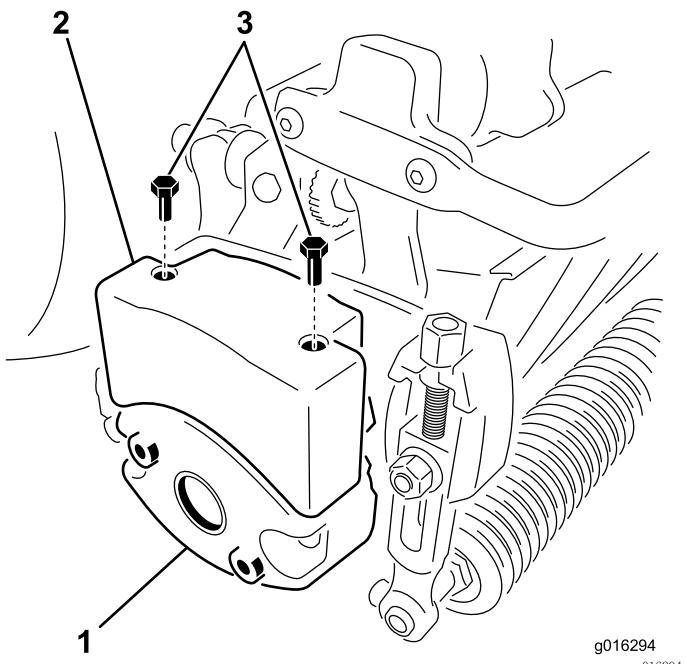

图10
- 拆下滚刀组一侧用于固定配重块的 2 个螺栓（图 10）。
- 使用 2 个六角头螺丝，将上配重块安装到滚刀组配重块上（图10）。